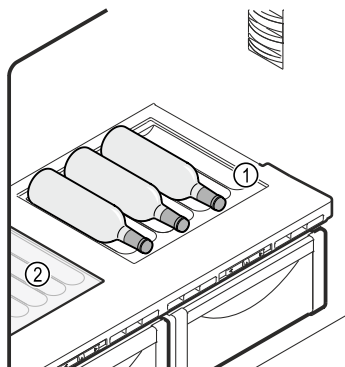

Fig. 57 Beispielhafte Darstellung
- ▶ Eine Glasplatte oder beide Glasplatten (1) an der Aussparung vorne anheben und herausnehmen.
- ▶ Glasplatte Fig. 57 (2) unter der variablen Flaschenablage einlegen.